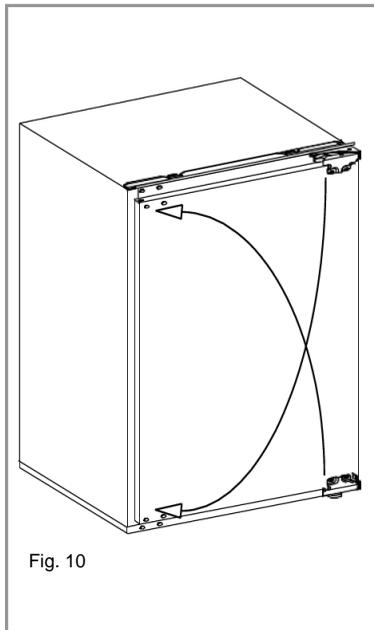

Fig. 10
6. Remplacez les charnières dans les coins opposés, comme indiqué sur la figure 10